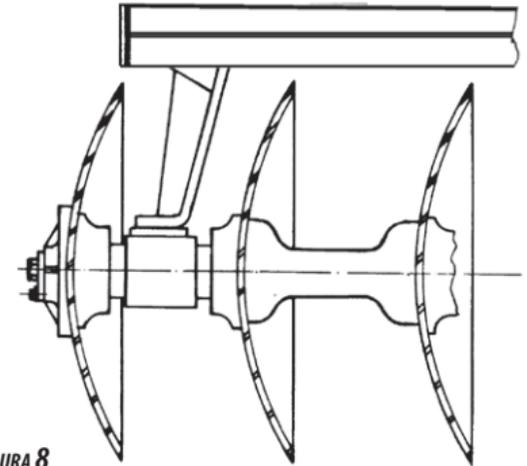

FIGURA 8
- Erguer uma parte do montante (dianteira ou traseira), colocar as seções de discos sob as armações, observando as disposições das mesmas na **figura 2**. Fazer coincidir a furação das sapatas com as dos mancais, e efetuar a montagem através dos parafusos item 1 **figura 7**, arruela lisa item 2, arruela de pressão item 3 e porca item 4, observando que o suporte de fixação (sapata) deve ficar virado para a concavidade dos discos, conforme **figura 8**.